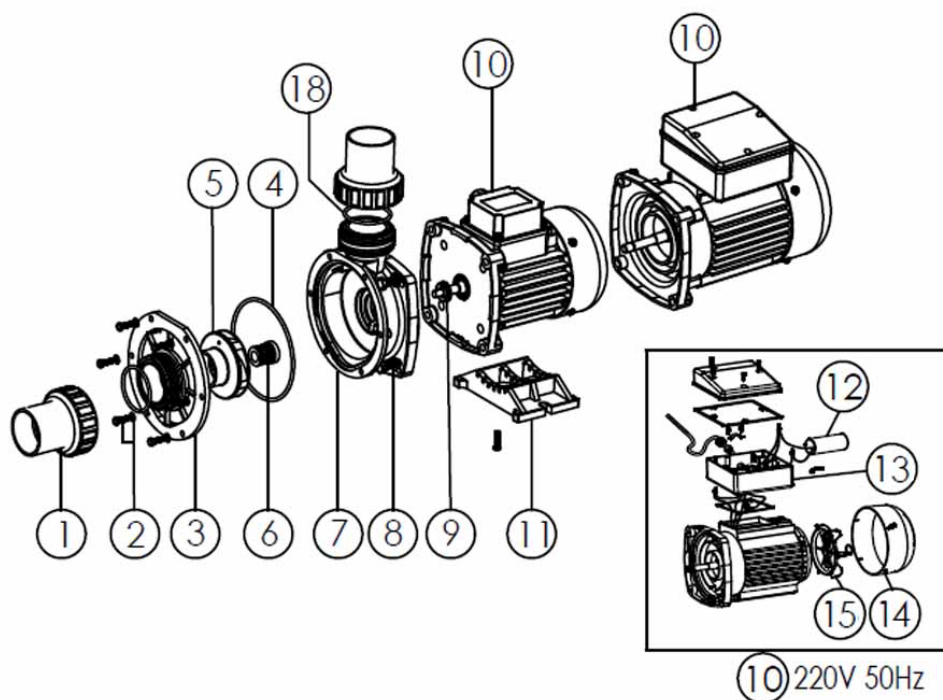

Abb. 2.: Aufbau
- Pumpe Aqua Medic Pro 50, 75, 100. Bauteile siehe Abb. 2 bzw. 3.